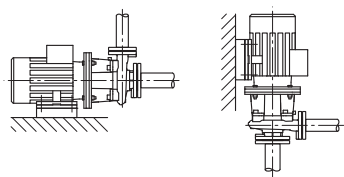

Fig. 41: BL kivitel
- A BL sorozatú blokkszivattyúkat megfelelő alapzatra, ill. konzolra kell felszerelni (Fig. 41). A BL típusú szivattyúk esetén a motort 18,5 kW motorteljesítmény felett alá kell támasztani, ld. a BL beépítési példákat (Fig. 42).